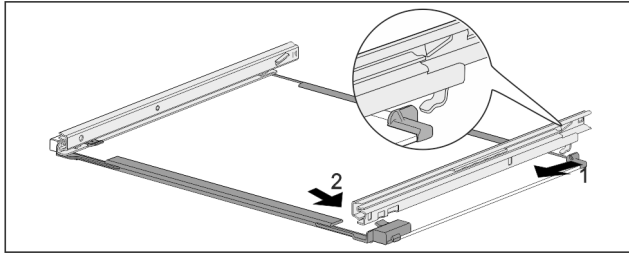

Fig. 160 Glasplatte mit Schienen
- ▶ Schiene hinten einhängen. Fig. 160 (1)
- ▶ Schiene vorne einrasten. Fig. 160 (2)